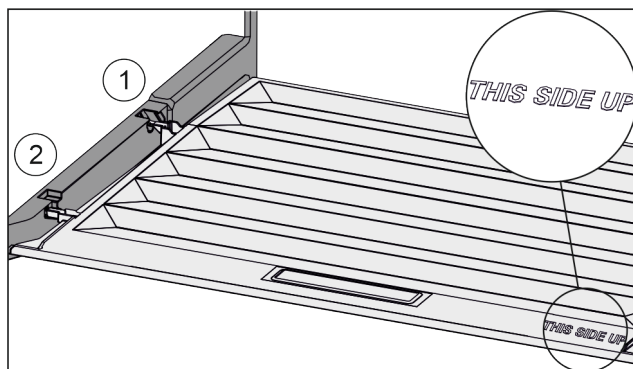

Fig. 108
- ▶ 从后部固定支架 Fig. 108 (1)开口导入桥形接片并卡入固定支架 Fig. 108 (2)的前端。